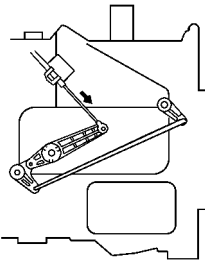

图 19-59 装上控制钢索并锁紧卡夹
(2) 调整空气混合风挡控制杆。将空气混合风挡和温度控制杆设定到“冷气 (COOL)”位置，然后装上控制钢索并锁紧卡夹。如图 19-59 所示。